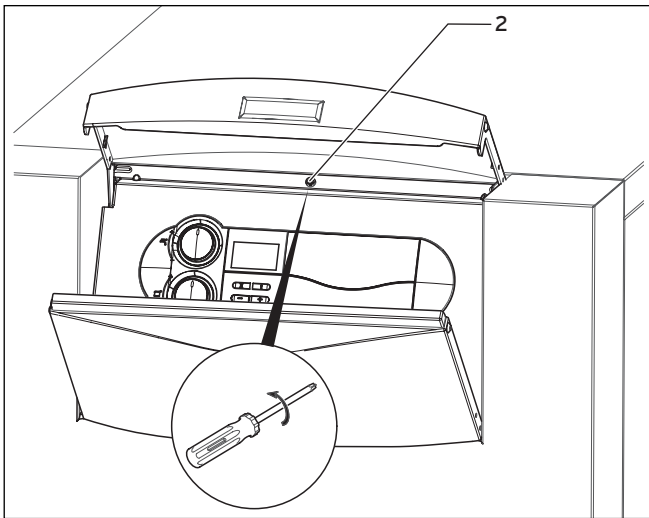

Abb. 5.2 Frontverkleidung entfernen
- Drehen Sie die Schraube (2, Abb. 5.2) oberhalb vom Multifunktionsschaltfeld heraus.